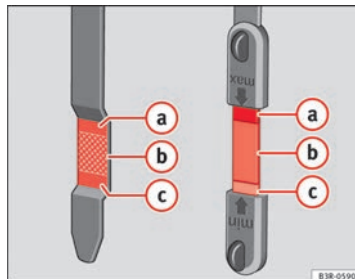

Abb. 170 Markierung am Ölmesstab
- Den Messstab anschließend wieder herausziehen und den Ölstand ablesen ⇒ Abb. 170. Füllen Sie gegebenenfalls Motoröl nach ⇒ Seite 243.